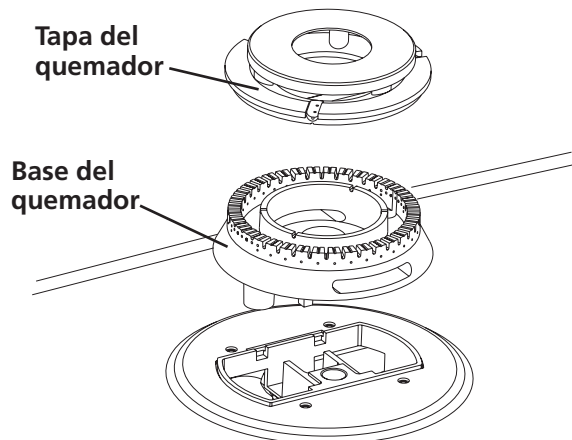

Figura 10
- C. Quemador triple (si esta equipada):** Remueva todas las cintas de las bases de los quemadores. Remueva la tapa y la base del quemador. Remueva y deseche el material de empaque. Vuelva a poner la tapa y la base del quemador. **Tenga cuidado de no dañar el electrodo mientras reemplaza la base encima del orificio.** Este seguro de que el electrodo siente correctamente dentro de la ranura de la base del quemador (vea Figura 10)